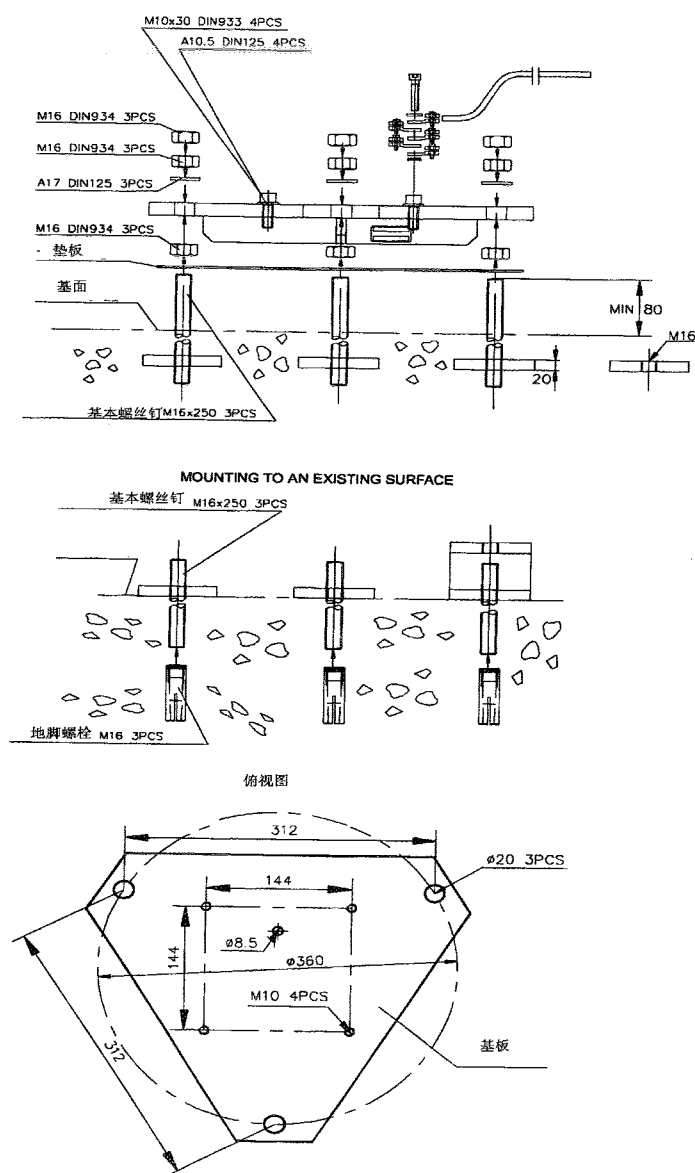

图 7-11 FD12 基座固定方式
- (1)用 6 个 M16 螺帽将三个加强板紧固到基座螺丝下端见图 7-11(上部)。
- (2)用 6 个螺帽将基座固定到基座螺丝上端。
- (3)如图 7-11 所示将装置放入水泥基座中。
- (4)当水泥固化后,移开模板。